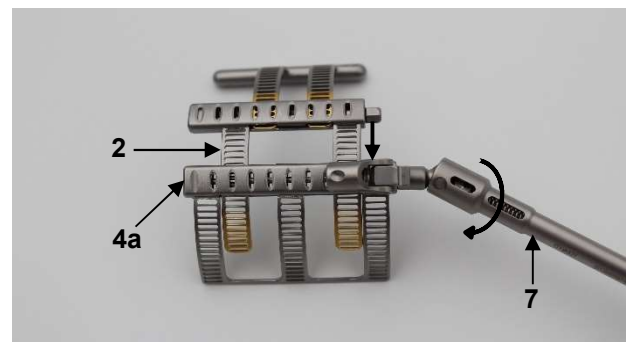

Abb. 4
Zuerst das primäre Element (2) mittels Kardan Schraubendreher LMT-4 (7) vollständig einfahren. Hierfür die Außensechskantschraube an dem Kastenmodul des Basiselements (4a) mithilfe des Kardan Schraubendrehers LMT-4 (7) gegen den Uhrzeigersinn drehen (Abb. 4).